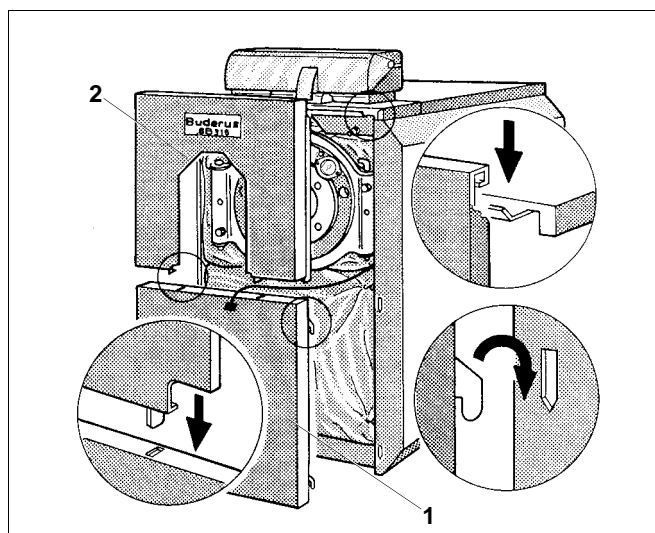

Рис. 25 Установка передней стенки SB315
- Вставьте 4 крюка нижней передней стенки (рис. 25, поз. 1) в шлицы отбортовки боковых стенок (рис. 25).
- Выступающие пластинки верхней передней стенки (рис. 25, поз. 2) вставьте в нижнюю отбортовку передней стенки и установите сверху в отбортовку передней крышки котла (рис. 25).